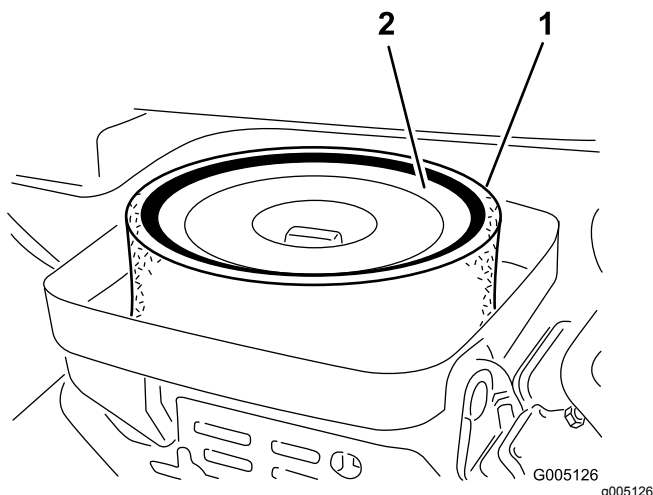

Figure 27
3. Enlevez l'écrou à oreilles qui fixe les éléments au boîtier du filtre à air (Figure 27).
4. Si l'élément en mousse est encrassé, sortez-le de l'élément en papier (Figure 27). Nettoyez-le soigneusement comme suit :